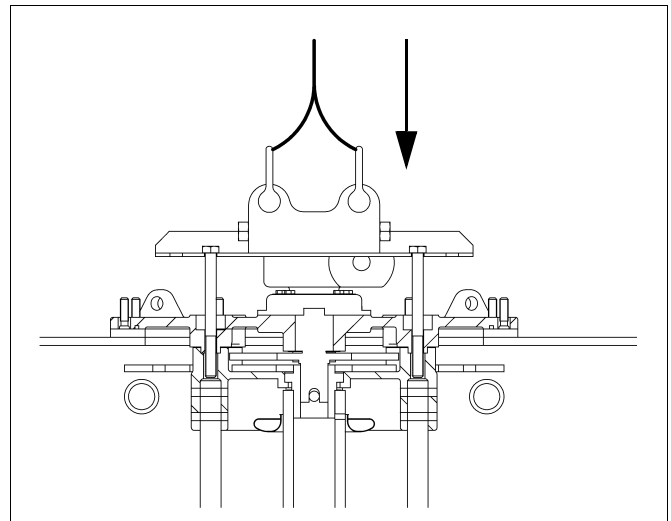

рис. 117
20) Опустите устройство ПБВ на монтажный фланец. Демонтируйте подъемную траверсу (рис. 117).